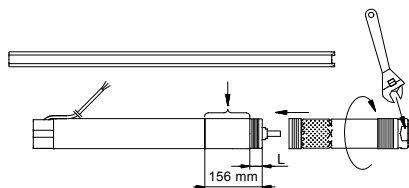

Fig. 6
1. inserire il motore orizzontalmente in una morsa e serrare, vedere fig. 6.
4. Avvitare il corpo pompa sul motore (55 Nm). **Attenzione:** L'albero della pompa deve essere collegato con l'albero del motore. Servirsi di una chiave opportuna che imbocchi sui piani dell'estremità del corpo pompa opposta al motore, vedere fig. 6.